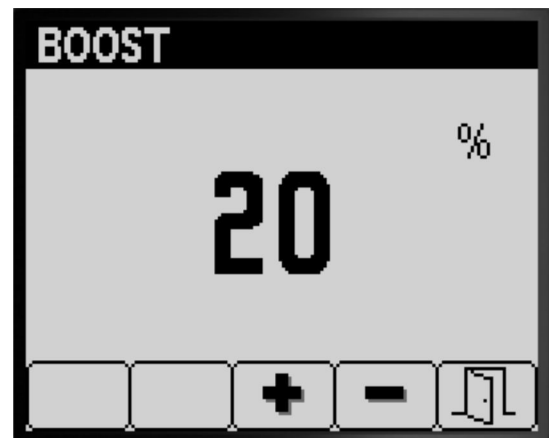

図 9
2. ボタン 4 は増加パーセントの選択図 9。
3. ボタン 3 と 4 で、増加率の設定を行う図 9。